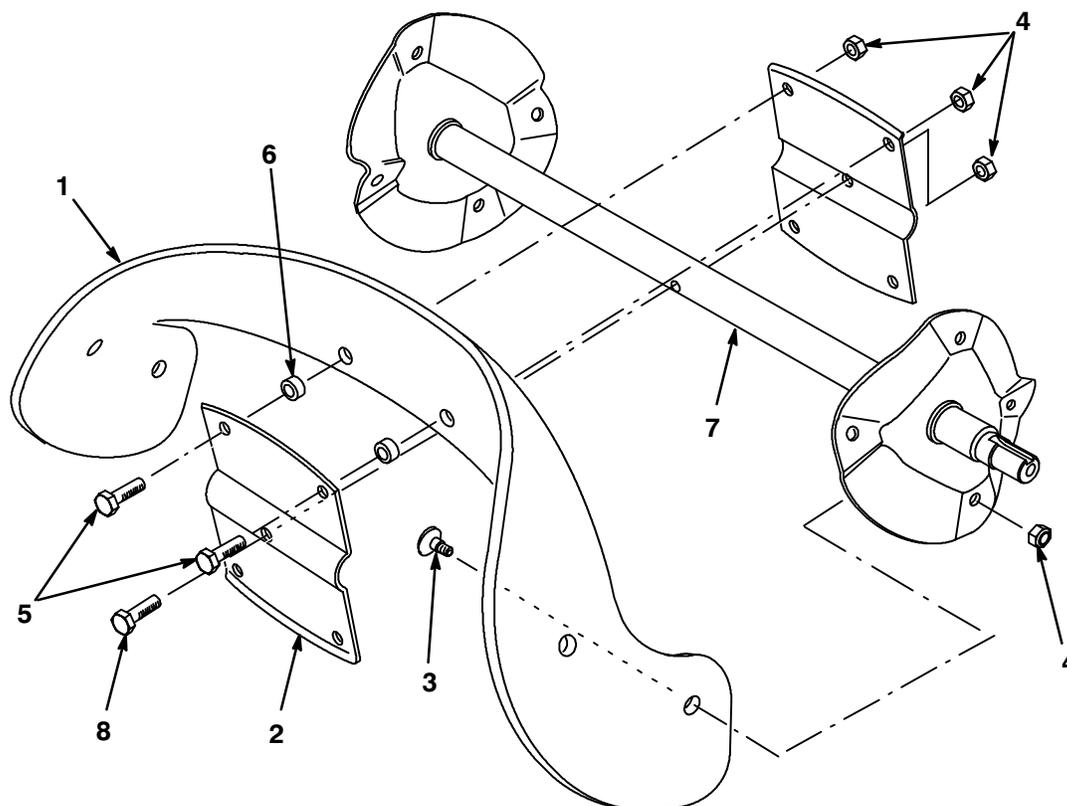

Figure 20
1. Enlevez les quatre vis Torx et les quatre contre-écrous qui fixent les bords extérieurs de la lame racleuse à l'ensemble arbre de turbine (Fig. 20).
2. Enlevez les deux vis à tête hexagonale, les deux entretoises et les deux contre-écrous qui fixent le centre de la pale aux moitiés de la turbine (Fig. 20).
3. Desserrez la vis à tête hexagonale qui fixe les moitiés de la turbine à l'ensemble arbre de tarière (Fig. 20).
4. Déposez la pale en la faisant coulisser entre les moitiés de la turbine (Fig. 20).
3. Fixez la pale aux moitiés de la turbine avec deux vis à tête hexagonale, deux entretoises et deux contre-écrous, en plaçant les têtes des vis du côté épais de la lame (Fig. 20).
4. Courbez la pale et fixez-la avec les vis Torx et contre-écrous restants, en plaçant la tête des vis sur le côté épais de la pale (Fig. 20).